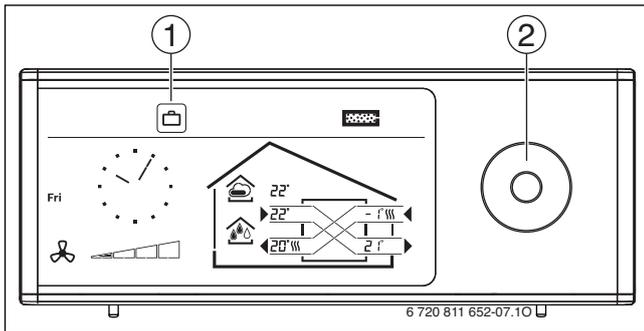

Bild 8
- ▶ Navigationstaste (→ Bild 8, [2]) in der Mitte drücken. Symbol [1] erlischt im Display.